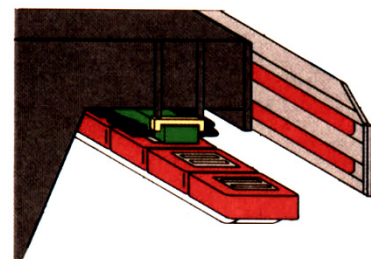

Abb. 3.1: Antriebs- und Führungssystem
- Abb. 3.1: *Antriebs- und Führungssystem des Transrapids, Magnetfahrtechnik. Magnetschnellbahn Transrapid., Thyssen Henschel, S. 3*